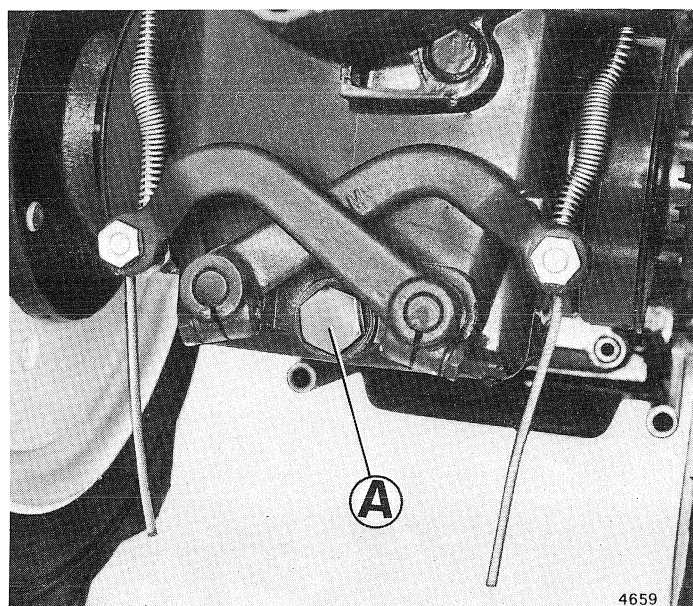
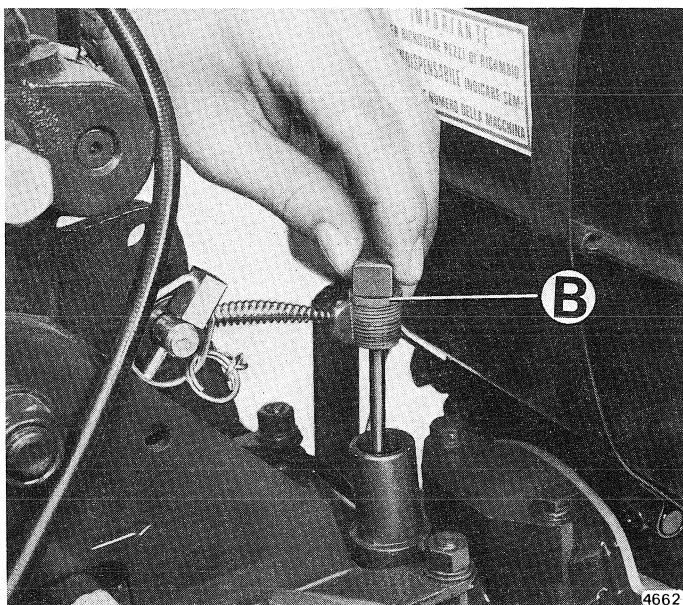

Fig. 78
Fig. 79
La sostituzione deve essere fatta a macchina calda facendo defluire l'olio usato tramite il tappo **A** (fig. 78). Dopo il completo scarico dell'olio vecchio, introdurre dal tappo **B** (fig. 79) nuovo olio ESSO GEAR OIL GX 85W-90 nella quantità di circa 2 kg.
N.B. - Il controllo del livello dell'olio va effettuato per mezzo dell'asta del tappo **B** (fig. 79) e tenendo la macchina in posizione orizzontale.